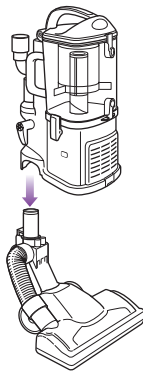

Fig. 7
- 2 Alignez le tuyau de l'embout de plancher au tuyau du chariot amovible et abaissez jusqu'à ce que vous entendiez un déclic indiquant que les deux pièces sont en place. (Fig. 7)
- 1 Détachez le chariot amovible de l'embout pour plancher. (Voir à la page 26, Fig. 7.)